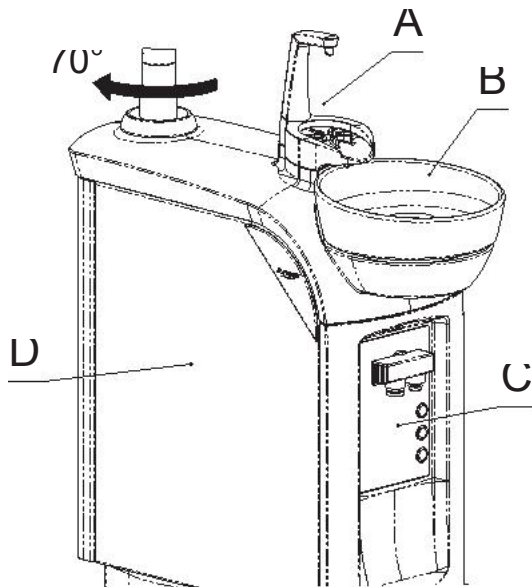

Fig. 8
上部支撑着杯架 (A) 和痰盂 (B)，瓷的材质有利于达到高标准的卫生要求 (图. 8)。
前面板 (C) 支撑了套管过滤器，(D)是一个通向供水装置的固定通道 (图. 8)。